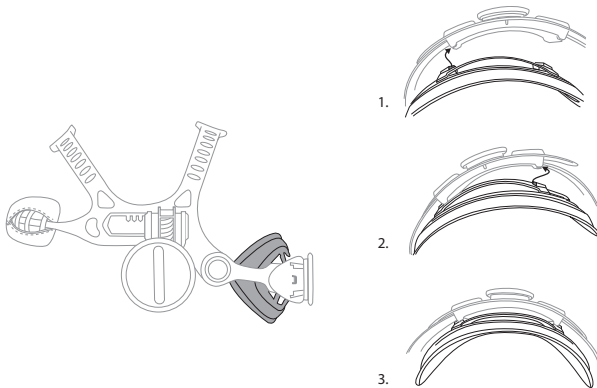
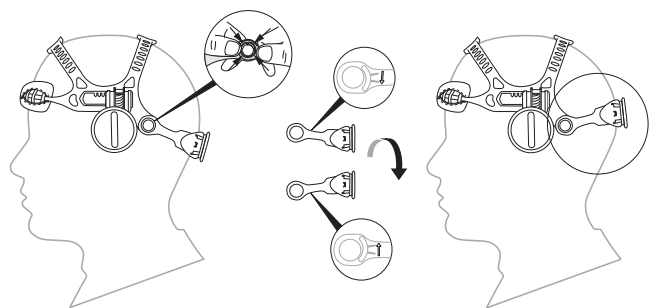

Fig. 4a
Fig. 4b
4. Hay disponible un reposacabezas grande y cómodo opcional (46-0400-55) que se ajusta al trinquete. Este reposacabezas grande y cómodo también se puede usar para mejorar el ajuste y la estabilidad en tamaños de cabezas más pequeñas (Fig. 4a). Para lograr un ajuste cómodo y seguro, el trinquete también puede retirarse, girarse 180 grados y reemplazarse para cambiar ligeramente la ubicación donde el trinquete se encuentra con la parte posterior de la cabeza (Fig. 4b).